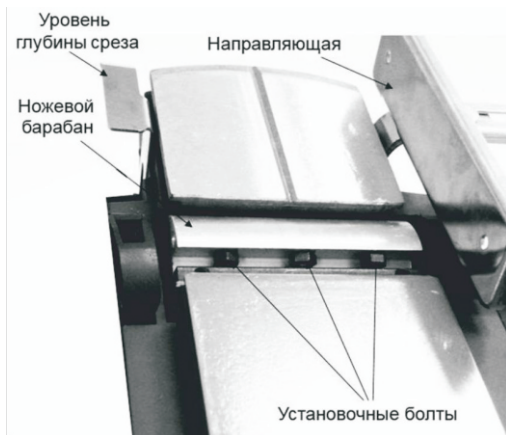

Рис. 8
- Для отсоединения ножей от ножевого барабана, открутите с помощью гаечного ключа, три установочных болта (См. Рис.8).